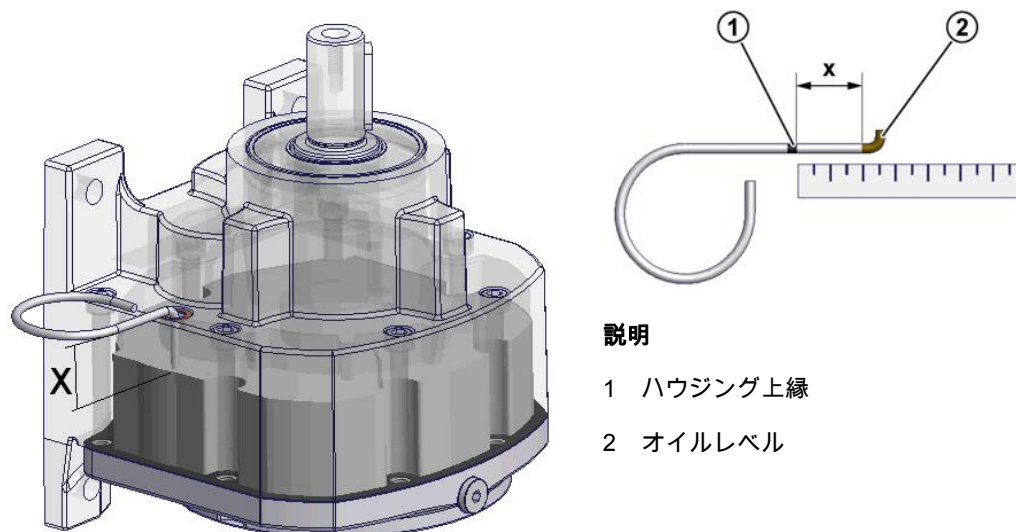

図 32: オイルレベルを測定する
2. ギヤユニットハウジング上縁とオイルレベルの間の分量 X を検出し、必要に応じてオイルレベルゲージを調整してください (図 32 を参照)。